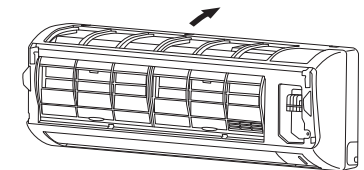

Abb. 3-43
- (1) Zum Anbringen des Gitters dieses zunächst unten in den Rahmen einsetzen. (Abb. 3-43)